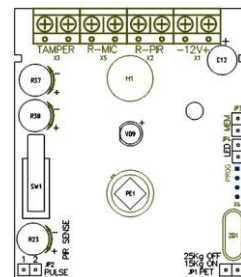

Рис. 2 Внешний вид платы извещателя
На плате обозначены (см. рисунок 2):
- подключить провода к клеммам подключения в соответствии с их назначением (см. рисунок 2);
- убедиться в наличии установленной на плате перемычки JP4 (LED) (см. рисунок 2);
Для регулировки дальности обнаружения извещателя используется потенциометр R23 (см. рисунок 2).
- регулировка чувствительности по высокой частоте (звук бьющегося стекла) осуществляется с помощью отвертки с плоским шлицем путем вращения регулятора потенциометра R38 (HF/SENSE) (см. рисунок 2);
- регулировка чувствительности по низкой частоте (звук от удара) осуществляется с помощью отвертки с плоским шлицем путем вращения регулятора потенциометра R37 (LF/SENSE) (см. рисунок 2);
- установить перемычку JP3 (MEM) (см. рисунок 2);